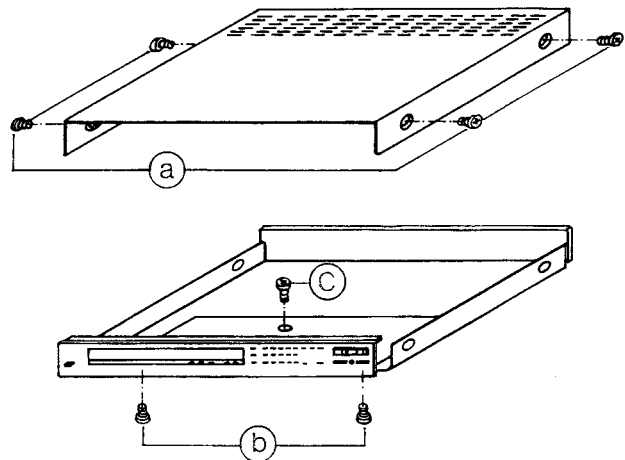

Abb. 1
2.1 Öffnen des Gerätes (Abb. 1)
2.2 Ausbau des Bedienteils (Abb. 1)